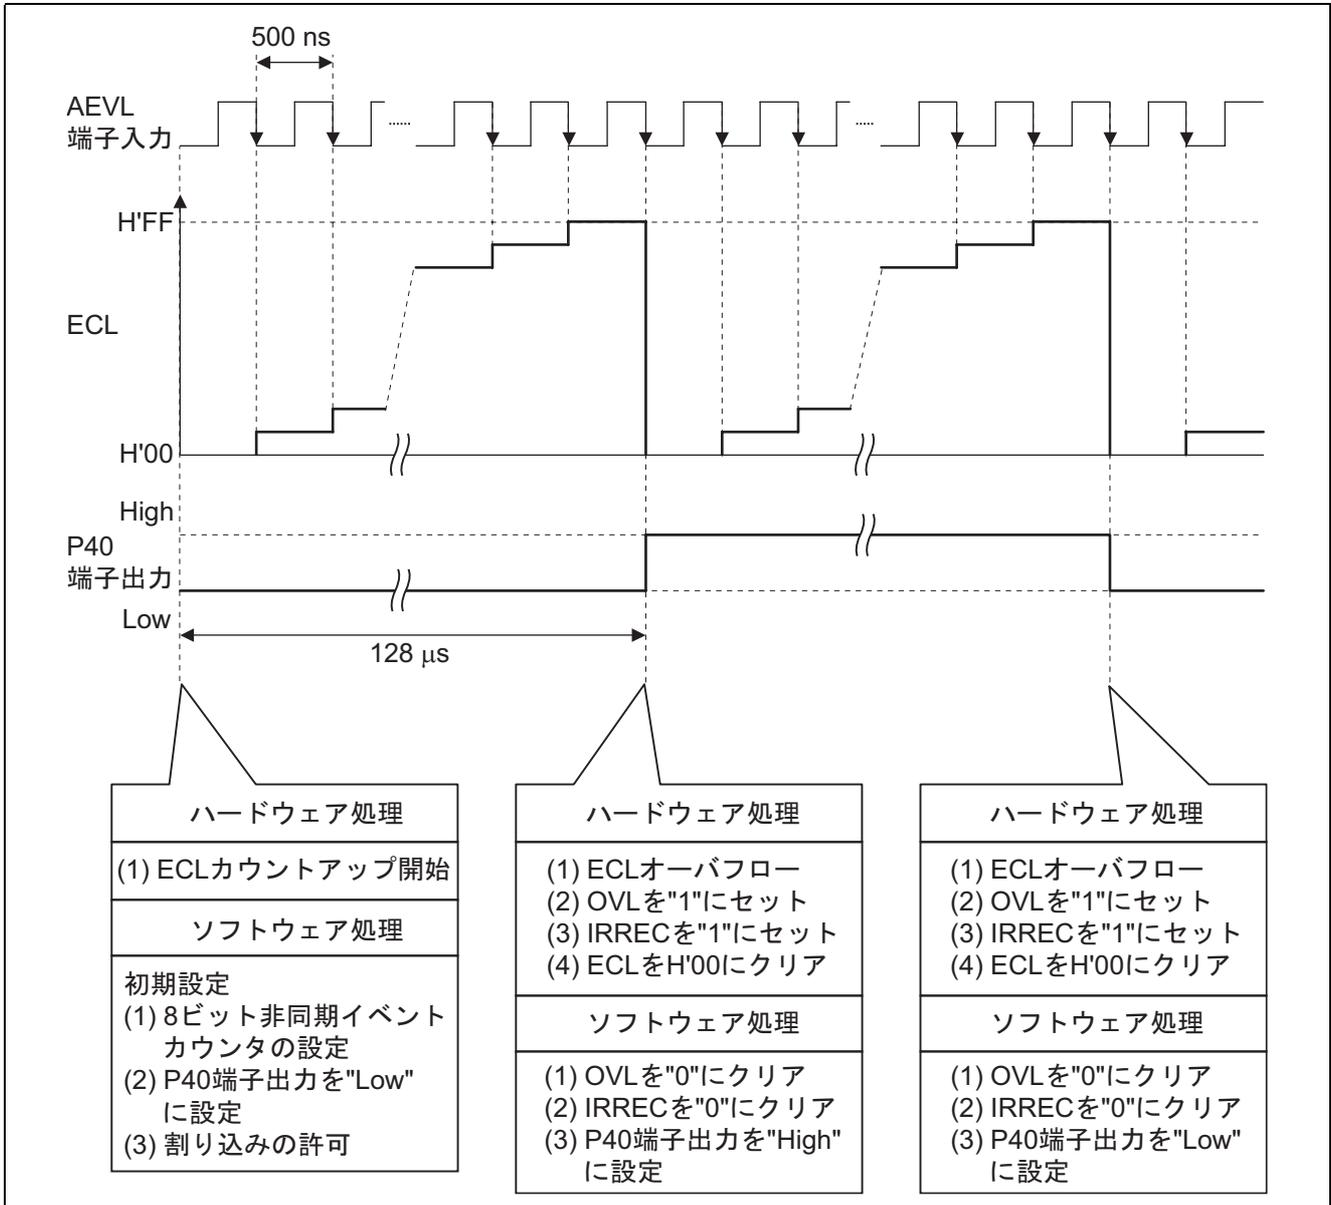

図3 動作説明
- 図3に動作説明を示します。図3に示すようなハードウェア、ソフトウェア処理により、8ビットモードによる非同期イベントカウンタ機能を使用して、イベントカウンタL(ECL)のオーバフロー周期ごとにP40端子の出力を反転します。